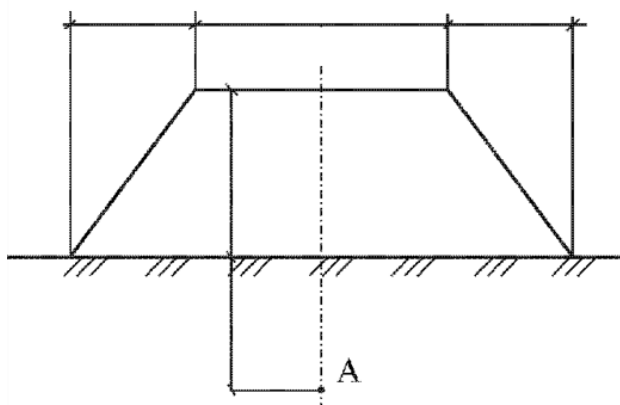

Рис.4
6. Найти высоту грунтовой насыпи  $H_n$ , имеющей размеры  $B$  и  $a$ , плотность  $\rho_n$ , если известно нормальное сжимающее напряжение  $\sigma_{zn}$  от веса насыпи в точке А на глубине  $z$  под центром насыпи (рис.4).